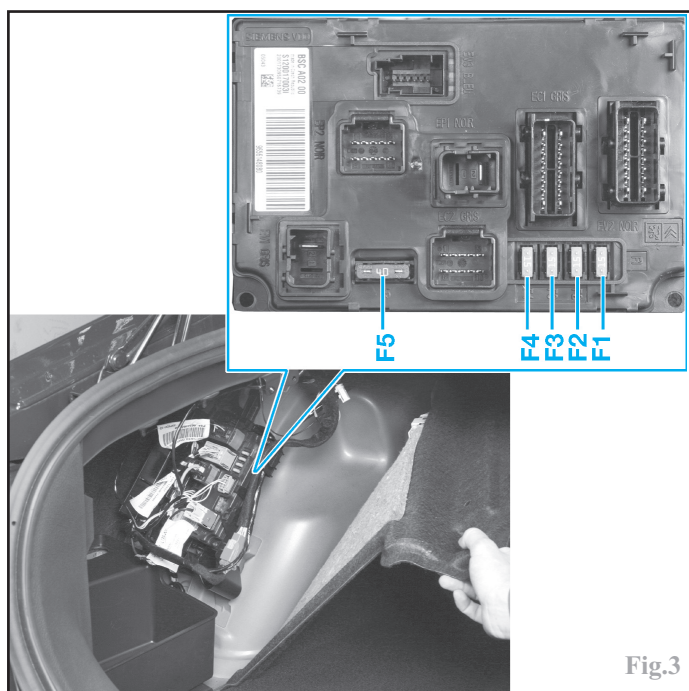

Fig.3
-un troisième boîtier fusibles se trouve derrière la moquette côté gauche dans le coffre (Fig.3)
Affectation des fusibles dans le coffre (Fig.3)